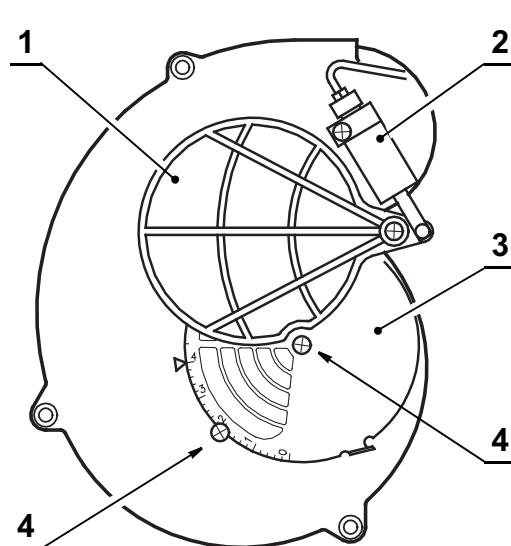

Abb. 25
- sollte eine Veränderung in der Luftmenge notwendig sein, die Schraube der Haube lösen, die Haube entfernen, die Luftklappe entsprechend einstellen, die Haube erneut montieren und schliesslich den Russwert wieder kontrollieren (Abb. 25).